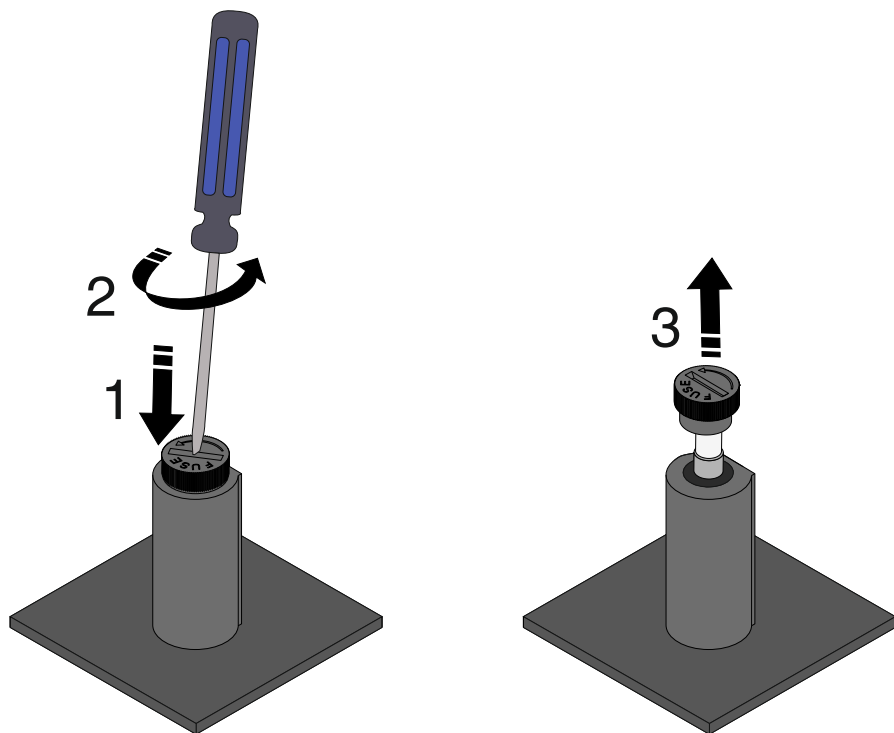

Рисунок 5 — Замена предохранителя
- снять крышку держателя предохранителя отверткой (см. рисунок 5);